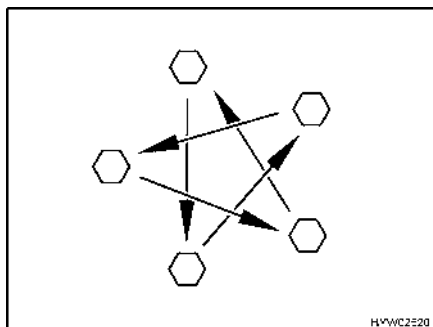

Fig. 214 Apretar las tuercas o los tornillos de las ruedas en forma de cruz
- Comprobar periódicamente que las tuercas o tornillos de las ruedas estén firmemente apretados. Reajustar en forma de cruz (Fig. 214) las tuercas o tornillos después de cambiar una rueda, al cabo de 50 km.
- ▷ Apretar en forma de cruz las tuercas o los tornillos de las ruedas (Fig. 214).